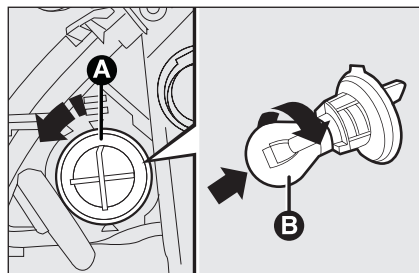

fig. 15
- ☐ tourner la douille dans le sens contraire des aiguilles d'une montre **A-fig. 15** et l'extraire ;